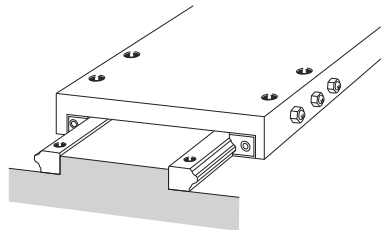

Fig.23
- Es aconsejable utilizar tres tornillos de ajuste de juego para cada bloque LM, como se muestra en Fig.23.